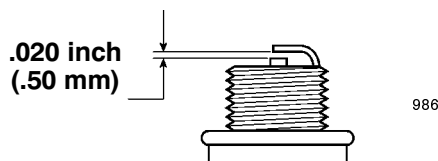

Figure 21
5. Régler l'écartement des électrodes de la nouvelle bougie à 0,50 mm (0.020") (Fig. 21).